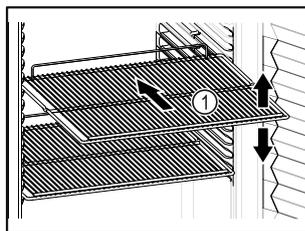

Fig. 56 Representación a modo de ejemplo
- Si los estantes de rejilla Fig. 56 (1) se pueden colocar en distintas posiciones, ajustarlos en altura.